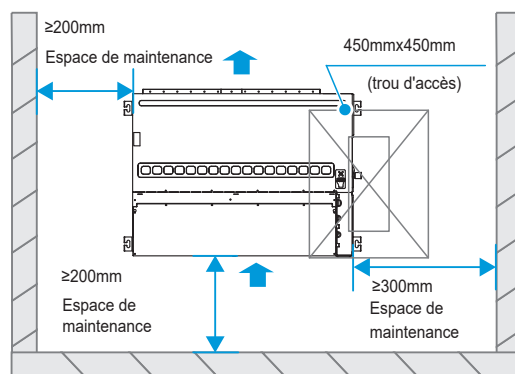

Figure 1
- ✓ La disponibilité d'un espace suffisant pour les travaux d'installation et d'entretien. (Voir la Figure 1)